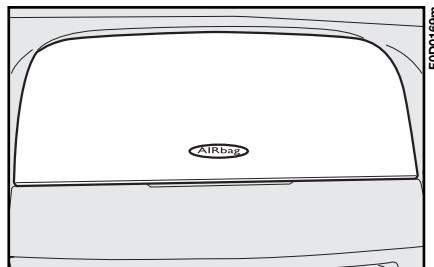

fig. 138
- sur la planche de bord et avec un coussin plus grand pour le passager **fig. 138**.